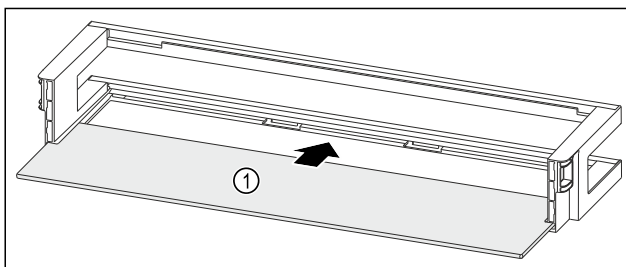

Fig. 230 Ajtópolc tárolólappal
- ▶ Tolja be a tárolólapot Fig. 230 (1) az oldalsó bemarásokba.